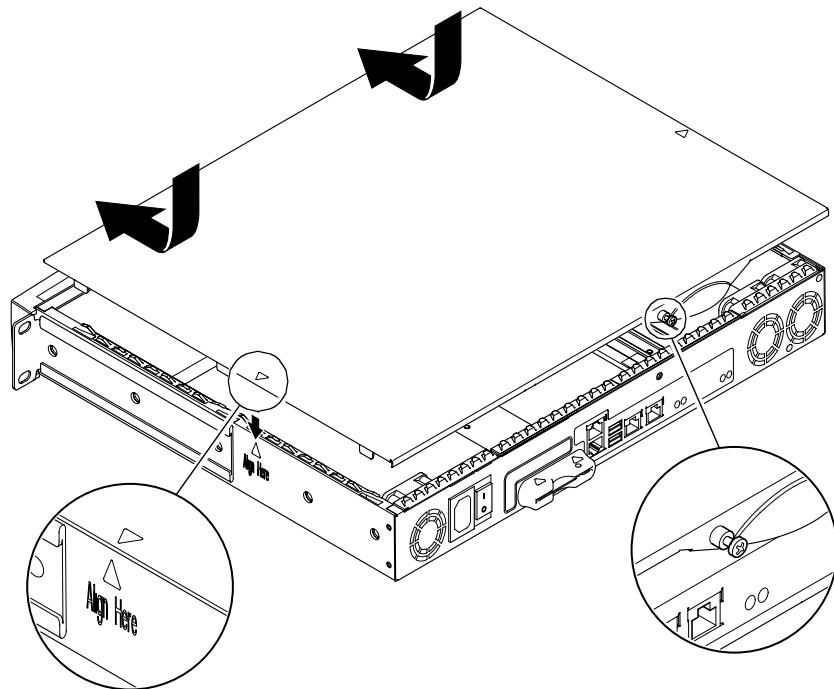

図8-4 上面カバーの取り付け
6. 本体のカバーを元通りに取り付け、ねじを締めます(図 8-4 を参照)。
6. 本体のカバーを元通りに取り付け、ねじを締めます（図 8-4 を参照）。